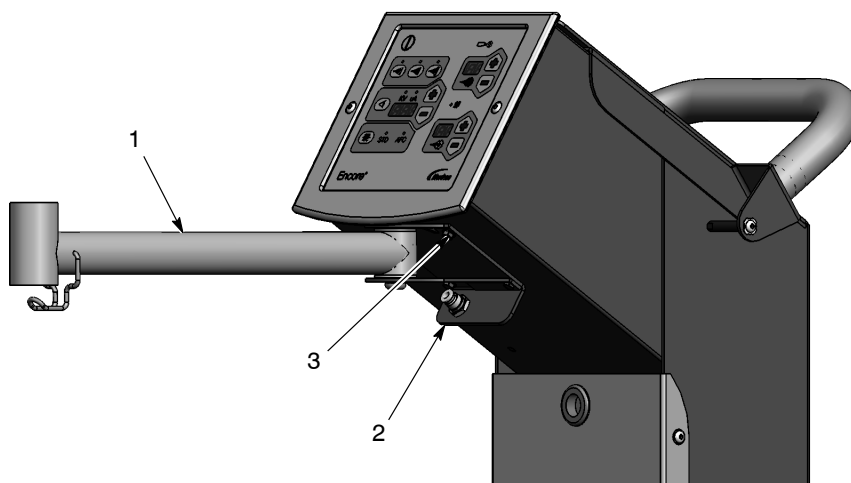

图 3 - 5 吸入托臂安装
2. 请参见图 3 - 5。按图中所示，使用带有垫圈的四个 M5 x 10 螺钉 (3) 安装吸入托臂。